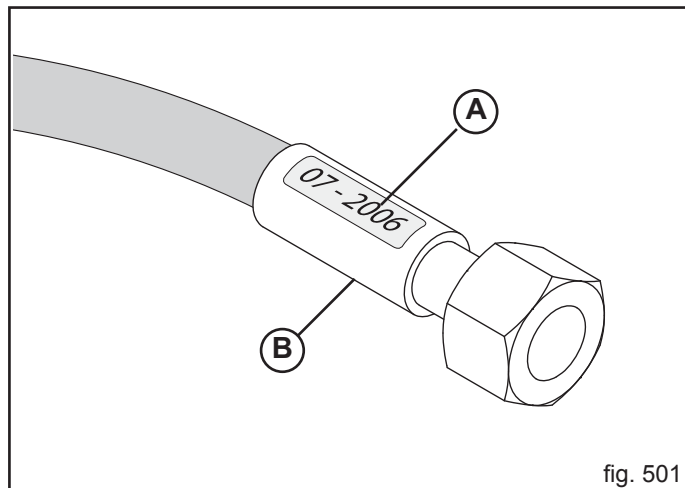

fig. 501
- Ölhydraulische Rohre dürfen nicht länger als 5 Jahre verwendet werden, auch wenn sie nicht benützt werden (natürliche Alterung). Auf Abbildung 501 (A) ist ein Beispiel zum Produktionsjahr der ölhydraulischen Rohre angegeben.
- Lecks in der Nähe der Einlagen (B, Abb. 501);
- Korrosion der Einlagen (B, Abb. 501);
- mehr als 5 Jahre seit dem Produktionsdatum vergangen sind (A, Abb. 501).